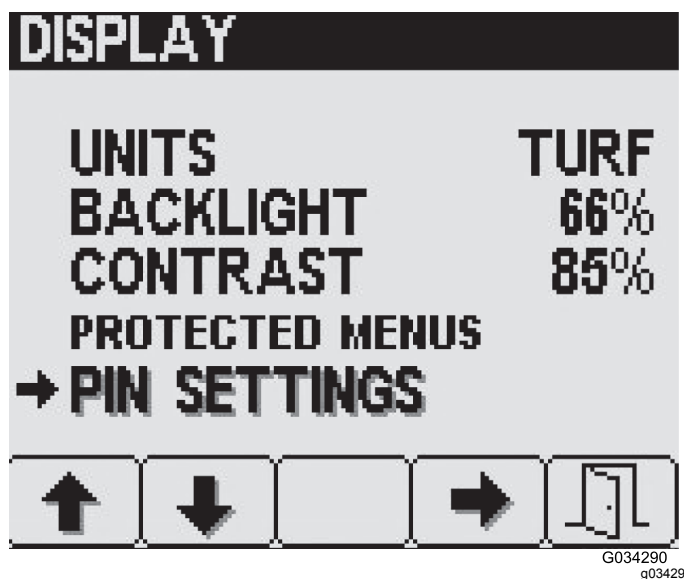

Figure 24
PIN soit atteinte, puis appuyez sur le bouton 4 pour la sélectionner (Figure 24).
1. Appuyez sur le bouton 2 de l'écran Réglages de l'affichage jusqu'à ce que l'option Réglages code PIN soit atteinte, puis appuyez sur le bouton 4 pour la sélectionner (Figure 24).